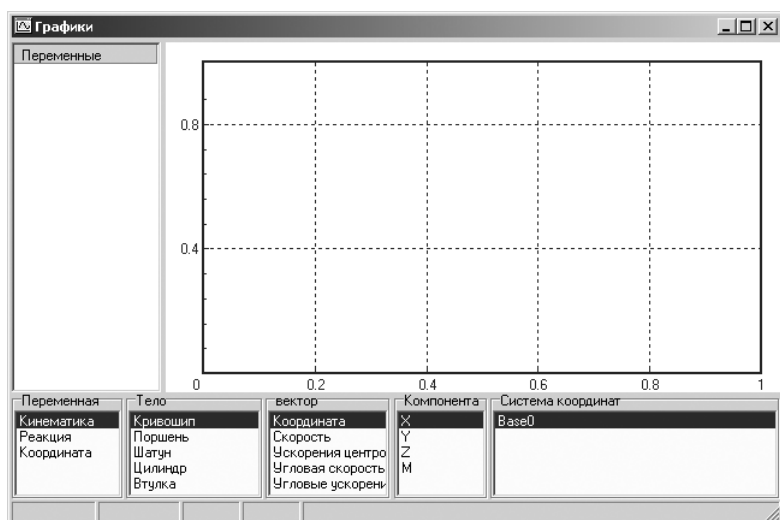

Рис. 2.79. Отдельное графическое окно с выделенными пунктами в **Мастере переменных** по умолчанию
- щелкните на панели инструментов системы **Универсальный механизм** по кнопке  – **Открыть графическое окно**. Появится отдельное графическое окно с **Мастером переменных**, расположенном в нижней части окна, см. рис. 2.79;